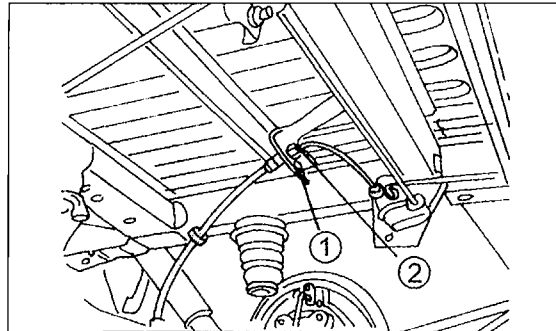

Bild 247
- Bei eingebautem ABS die hydraulischen Leitungsverbindungen trennen, die Clips der Bremssschlauchbefestigung ausschlagen, die Kabelstecker von den Drehzahlgebern im Kabelbündel abziehen und das Kabelbündel von der Befestigung an der Karosserie frei machen. Wie die Teile bei diesen Ausführungen angeordnet sind, kann man Bild 247 entnehmen. Alle